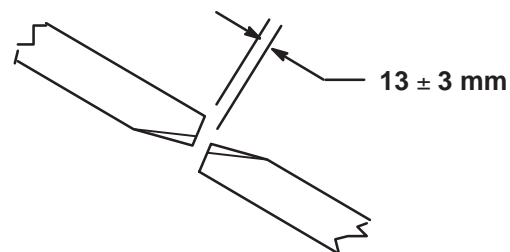

Bild 20
Für den ordnungsgemäßen Betrieb des Mähwerks muss ein  $13 \pm 3$  mm Abstand zwischen den Messerspitzen des seitlichen und mittleren Mähwerks bestehen (Bild 20).
2. Drehen Sie ein mittleres und ein daneben befindliches seitliches Messer, sodass die Messerspitzen ausgerichtet sind. Messen Sie den Abstand zwischen den Messerspitzen, der Abstand sollte ungefähr  $13 \pm 3$  mm betragen (Bild 20).